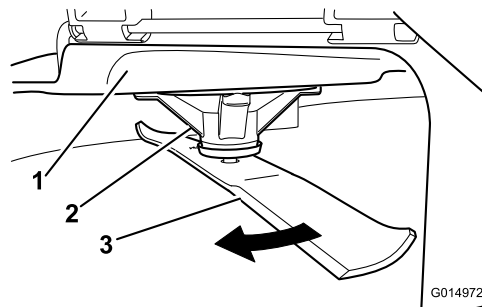

Bild 75
2. Tragen Sie dicke Handschuhe oder andere angemessene Handschuhe und drehen Sie das Messer langsam in eine Stellung, in der das Messen des Abstands zwischen der Schnittkante und der ebenen Fläche der Maschine möglich ist (Bild 75).